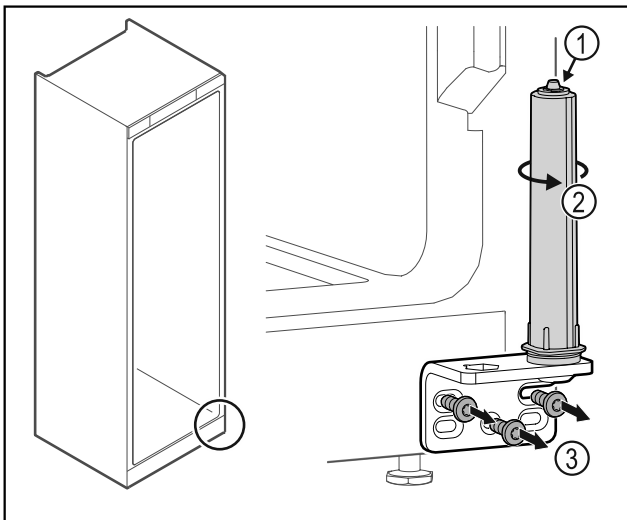

Fig. 33
- ▶ Non disassemblare il sistema di chiusura della porta Fig. 33 (1).
- ▶ Ruotare il sistema di chiusura Fig. 33 (2) finché non si innesta con un clic.
- ▶ Svitare la cerniera angolare Fig. 33 (3).